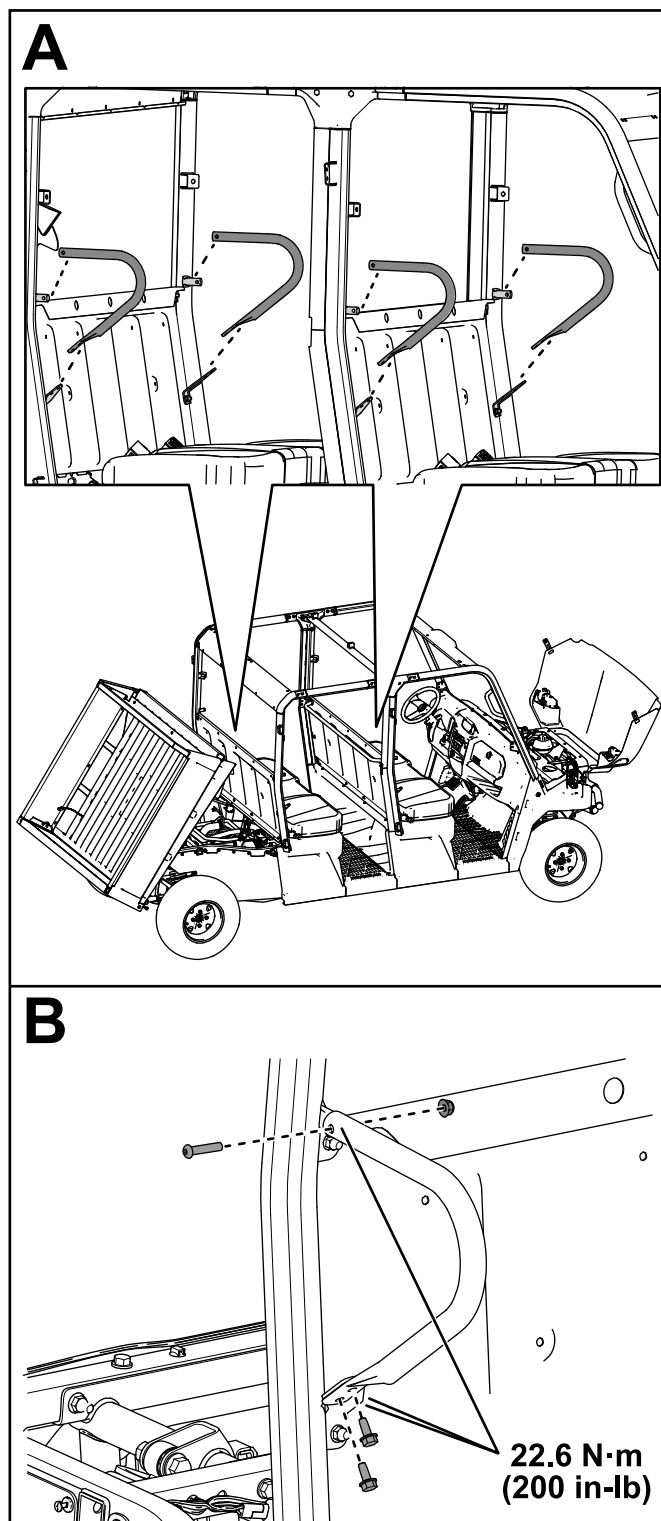

Figure 59
26. Fixez les 4 retenues d'épaules sur les barres arrière et les barres centrales de l'arceau de sécurité à l'aide de 8 vis autotaraudeuses (5/16 x ¾ po), 4 boulons à tête ronde (5/16 x 1½ po) et 4 contre-écrous (5/16 po), comme montré à la Figure 59.
Serrez les contre-écrous (5/16 po) à 22,6 N·m (200 po-lb), comme indiqué à la Figure 59.